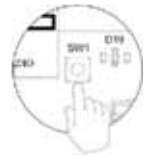

Fig. 63
**Reset del sistema:** Nel caso in cui sia necessario resettare tutto il sistema, accedere alla scheda centrale e mantenere premuto SW1 finché il LED D19 non smette di lampeggiare (Fig. 63).